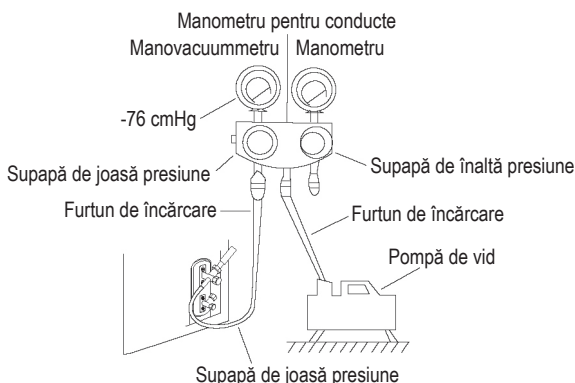

Fig. 8.1
2. Scoateți capacul cutiei electrice al unității exterioare. Dacă nu există niciun capac la unitatea exterioară, demontați șuruburile de la placa de întreținere și înlăturați placa de protecție. (Consultați Fig. 8.1)